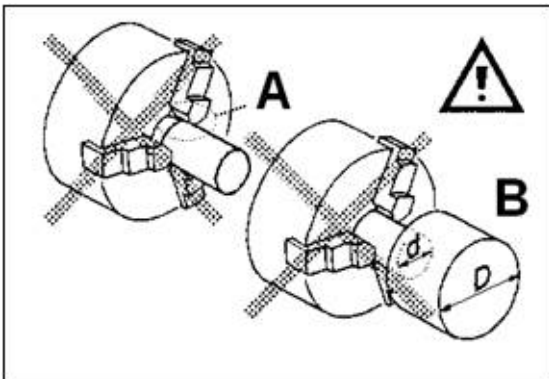

Fig 10
Vermeiden Sie kurze Einspannlängen (A, Fig 10) oder das Spannen auf einem kleinen Durchmesser (B).